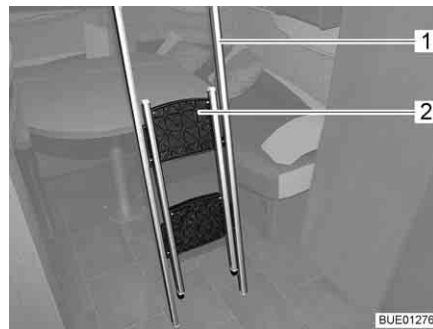
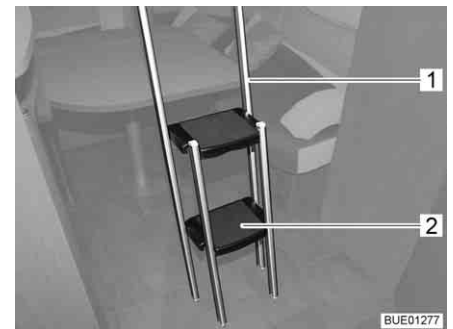

Fig. 102 Scaletta di accesso, chiusa
Fig. 103 Scaletta di accesso, aperta
- Agganciare la scaletta di accesso (Fig. 100,5 o Fig. 102,1) con le due staffe (Fig. 100,4) nella barra di presa (Fig. 100,3) al letto basculante.
- Agganciare la parte chiusa (Fig. 102,2) della scaletta di accesso al bordo superiore, quindi aprirla fino a che tutti i quattro piedini appoggiano saldamente sul pavimento (Fig. 103).
- Per togliere la scaletta di accesso (Fig. 103,1) chiudere i gradini (Fig. 103,2).